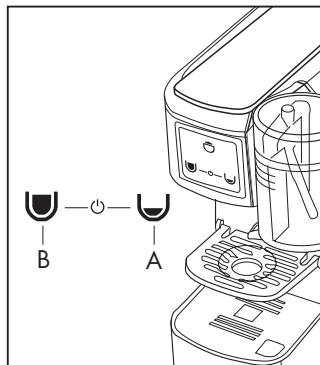

Fig. 4
- Allumer la machine en appuyant sur le symbole (A) ou (B), ou simultanément sur les deux symboles (A et B) (**Fig.4**).
- Les touches placées sur le panneau de commandes (2) commenceront à clignoter ; quand elles s'allument en mode fixe la machine est prête pour l'utilisation (**Fig.4**).
- S'assurer de l'absence de capsules à l'intérieur de la machine et de la présence d'eau dans le réservoir (8) ; allumer la machine en appuyant sur le symbole (A) ou (B), ou simultanément sur les deux symboles (A et B) (**Fig.4**).